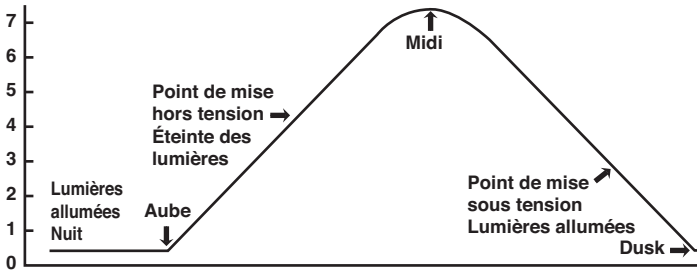

Figure 2B
- Quand la photocellule est orientée vers le bas, elle détecte normalement les apports tant des luminaires que de l'éclairage naturel. Ceci crée un système en boucle fermée. Dans un tel système, la commutation des charges au lieu de leur gradation peut engendrer des complications si la programmation n'est pas correctement effectuée. Le graphique de la **figure 2B** illustre les valeurs d'une photocellule tout au long de la journée. On présume encore qu'il n'y a pas de nuages, et que le niveau d'éclairage est uniquement attribuable aux luminaires (sans apport externe). À l'extrême gauche, les lumières sont allumées parce que l'espace est occupé et qu'il fait encore nuit; il n'y a aucune illumination naturelle. À l'aube, les niveaux commencent à augmenter. Pour éviter qu'ils ne tombent sous le point de consigne, on a fixé ce dernier à 2,5 fois le niveau produit par les luminaires seulement. Ainsi, l'éclairage ambiant est suffisamment élevé pour empêcher les luminaires de s'allumer. On peut constater cet effet sur le graphique là où le niveau baisse soudainement. Il continue ensuite de s'accroître jusqu'aux environs de midi. À mesure que l'éclairage naturel diminue, l'intensité baisse en s'approchant du point de consigne. Avant d'atteindre ce point, les luminaires se rallument, produisant la hausse soudaine du niveau qu'on observe à la droite du graphique.